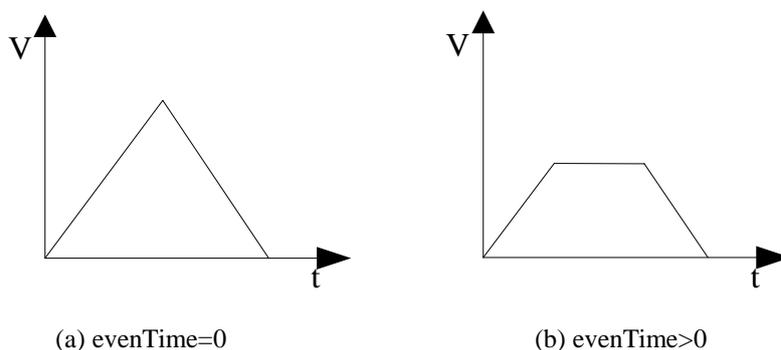

图 7-11 不同 `evenTime` 下的速度曲线
- **evenTime**: 每个插补段的最小匀速时间。当用户设置的插补段比较短时, 而该插补段的目标速度又设置的比较大, 则会造成合成速度的曲线如图 7-11 (a)所示, 只有加速段和减速段, 形成一个
速度尖角，加速度在尖角处瞬间由正值变为了负值，造成较大的冲击；设置了 `evenTime` 之后，可以减小目标速度，使速度曲线如图 7-11 (b)所示，减小了加速度突变的冲击。